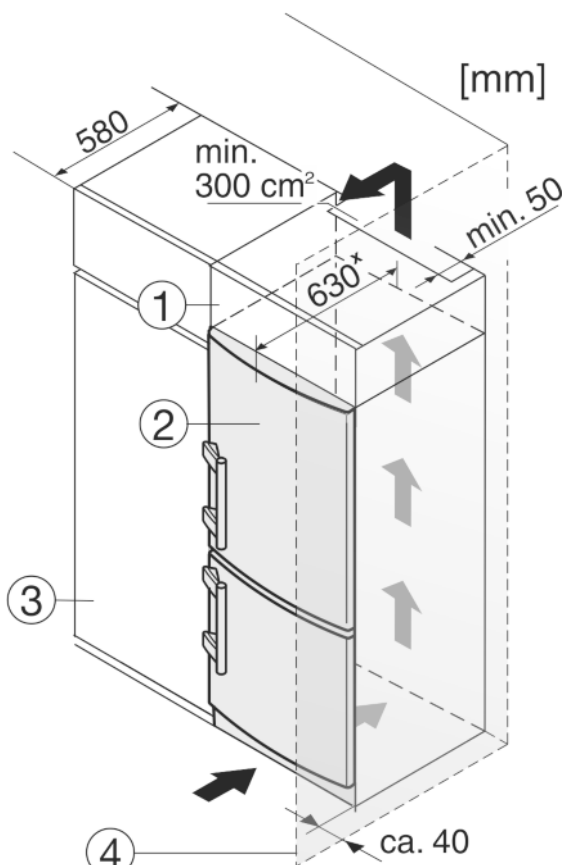

Fig. 26
- (1) Дополнительный шкафчик
- (2) Устройство
- (3) Кухонный шкаф
- (4) Стенка
Устройство может быть окружено предметами кухонной обстановки. Чтобы уравнивать устройство Fig. 26 (2) по высоте с кухонной стенкой, можно установить над устройством соответствующий дополнительный шкафчик Fig. 26 (1).
При комбинировании с кухонными шкафами (глубина макс. 580 мм) устройством можно установить непосредственно рядом с кухонным шкафом Fig. 26 (3). Устройство выступает сбоку на 34 мм* и по центру на 50 мм* относительно передней стенки кухонного шкафа.
Если устройство установлено на шарнирах у стены Fig. 26 (4), то расстояние между устройством и стеной должно быть не менее 40 мм. Настолько выступает ручка при открытой дверце.